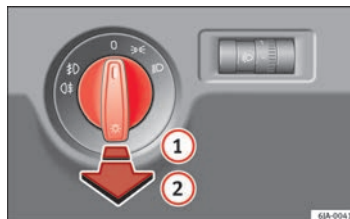

Abb. 56 Kombi-Instrument: Lichtschalter ▶
- Drehen Sie zunächst den Lichtschalter ⇒ Abb. 56 in die Position ☞☞ oder ☞☞.
- Ziehen Sie den Lichtschalter in die Position ①.
- Drehen Sie zunächst den Lichtschalter ⇒ Abb. 56 ⇒ Seite 100 in die Position ☞☞ oder ☞☞.
- Ziehen Sie den Lichtschalter in die Position ②.